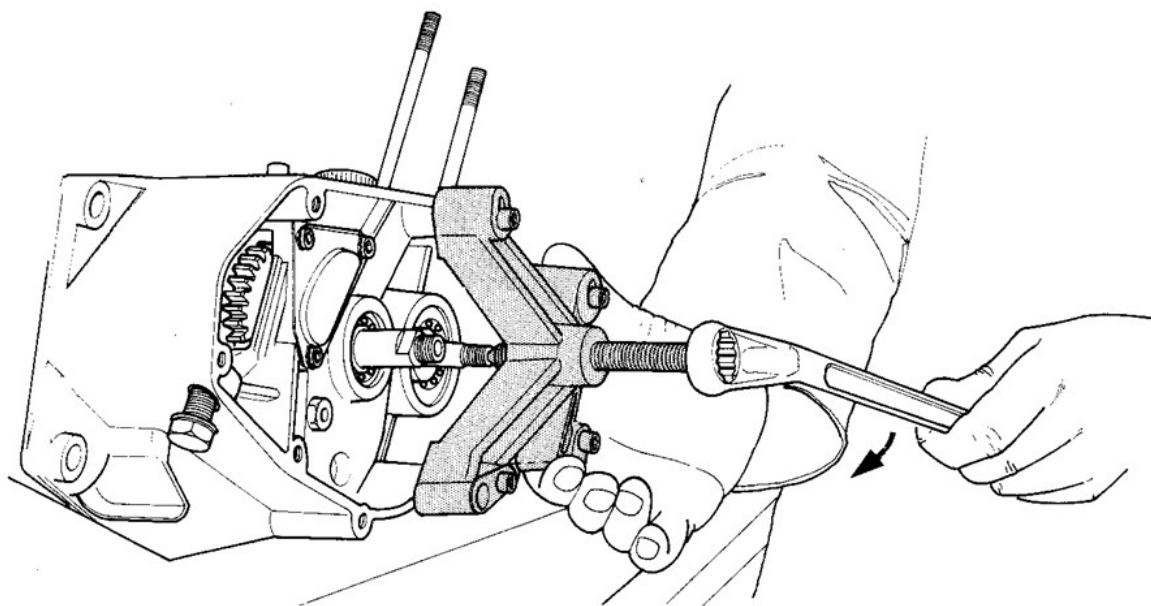

FIG. 27 Estrazione imbiellaggio
- 24) SFILARE l'imbiellaggio dalla propria sede applicando l'apposito estrattore (cod. 05.0017.0) al semicarter lato frizione (fig. 27).